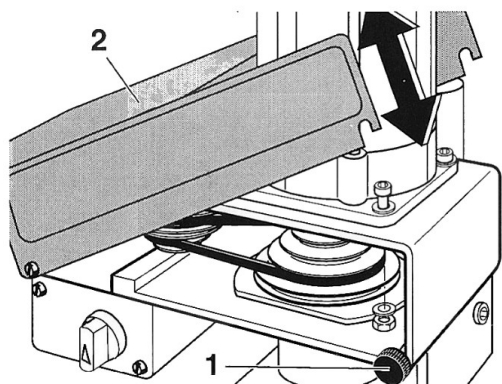

Fig. 20
2. Rändelschrauben 6 (Fig. 20) lösen und Gehäusedeckel (2) nach oben schwenken.
2. Loosen the knurled screws 6 (Fig. 20) and open the hood (2) for the belt drive.
2. Desserrer les vis à molette 6 (fig. 20) et rabattre le capot (2) vers le haut.
2. Allentare le viti a testa zigrinata 6 (fig. 20) e ribaltare il coperchio della carcassa (2) verso l'alto.